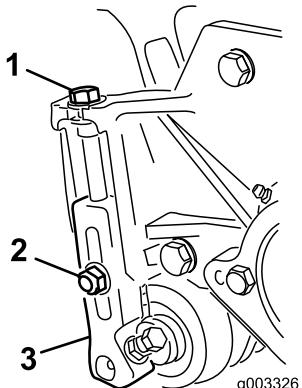

Figura 16
- Desaperte as porcas de bloqueio que fixam os braços da altura de corte às placas laterais da unidade de corte (Figura 16).